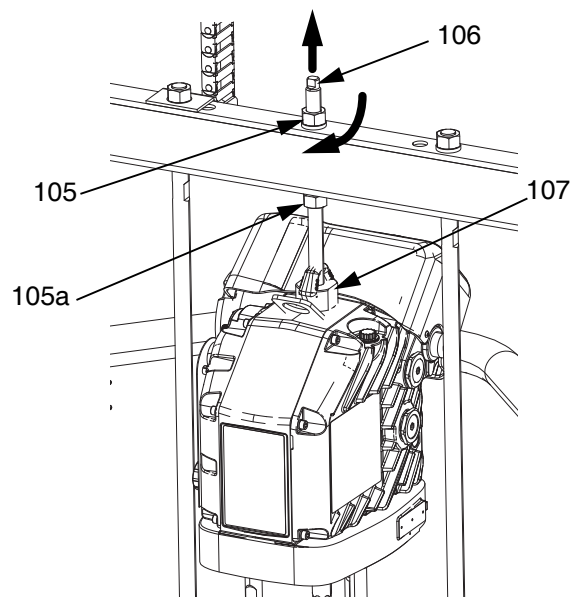

FIG. 24
- a. Use una llave en la tuerca (105) en la parte superior de la barra del elevador para bajar el controlador de la base hasta la bomba de desplazamiento. Vea la FIG. 24 en la página 31. Enrosque la tuerca (105) y apriétela debajo de la barra del elevador. Apriete la tuerca (105) debajo del travesaño a 34 N•m (25 lb-pie) como máximo.